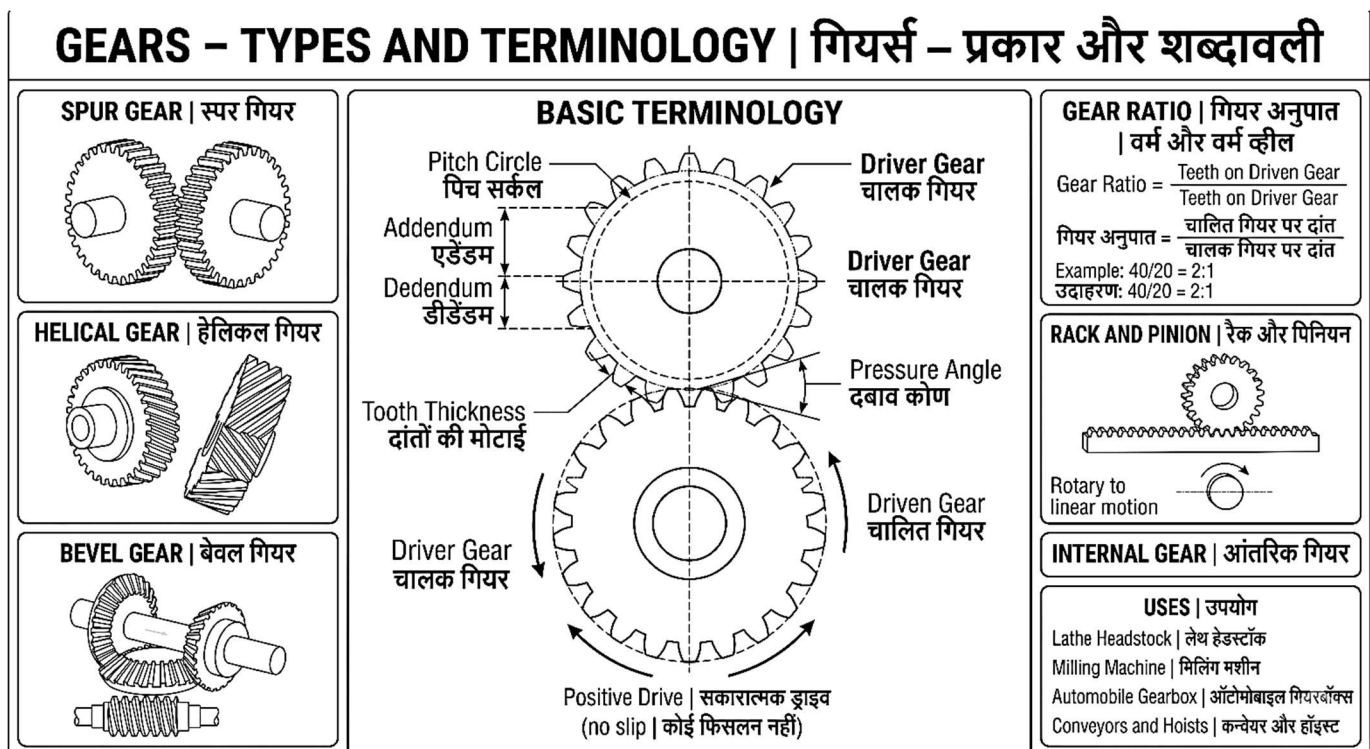

Fig. 2.6: Types of Gears and Gear Terminology | गियर्स के प्रकार एवं गियर शब्दावली
2.6.1 Introduction (Fig. 2.6)
2.6.1 परिचय (Fig. 2.6)